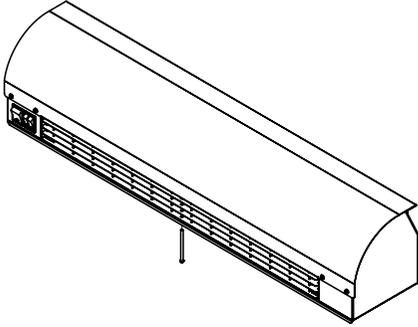

Рисунок 3.
- Выкрутить крепежные винты M4x60, которые крепят крышку к корпусу (см. рисунок 3).